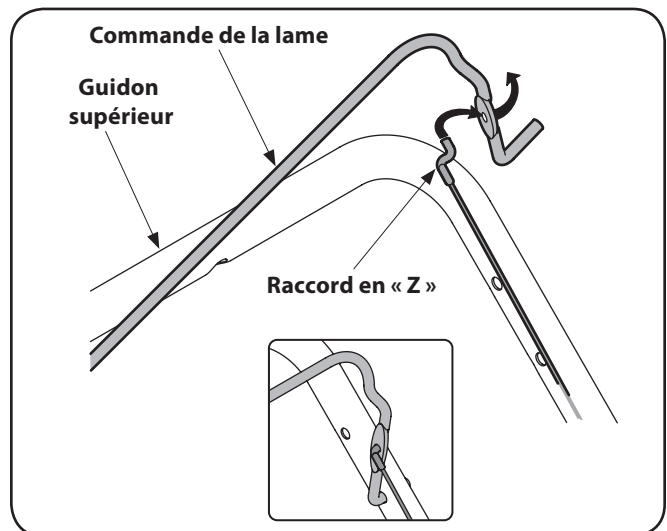

Figure 3-6
1. Pour faciliter l'installation du raccord en Z, détachez temporairement la partie gauche de la poignée de la commande de la lame, comme à la Figure 3-6.
2. Accrochez l'extrémité en «Z» du câble de frein dans le trou de la poignée de commande de la lame, de l'intérieur vers l'extérieur, voir la Figure 3-6.